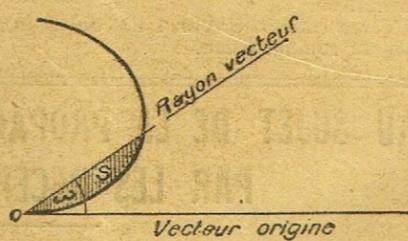

Fig. 9
sateur variable est sensiblement proportionnelle à la surface des plaques mobiles qui agit sur les plaques fixes (surface active), il faut que cette surface soit proportionnelle au carré de l'angle de rotation. La question se ramène donc au problème de géométrie suivant : chercher la courbe dont la surface balayée par un rayon vecteur soit proportionnelle au carré de l'angle ω de ce rayon vecteur avec le vecteur origine (2) (fig. 9). On doit avoir